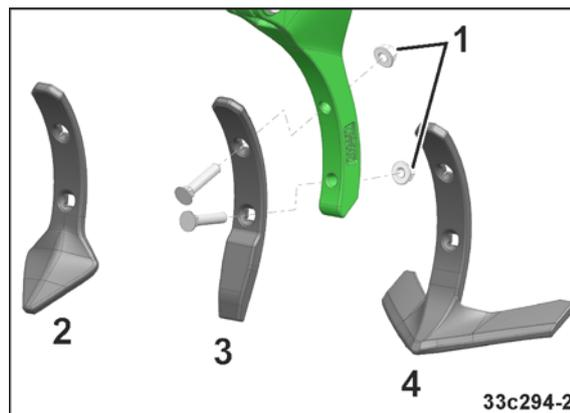

Fig. 167
1. Befestigungsmuttern lösen (Fig. 167/1)
3. Befestigungsmuttern anziehen (Fig. 167/1)
Flügelschar (Fig. 167/4)	groß
Herzschar (Fig. 167/2)	↓
Schmalschar (Fig. 167/3)	klein